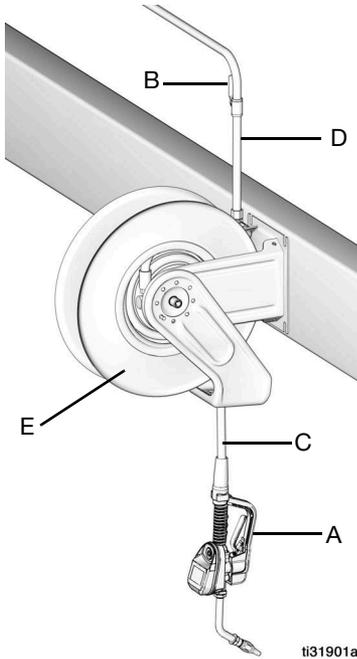

FIG. 6
A instalação típica exibida na FIG. 6 é meramente um guia. Não se trata de um desenho completo do sistema. Entre em contato com o distribuidor Graco para receber assistência e projetar um sistema que satisfaça suas necessidades.
2. Feche a válvula de desligamento (B, consulte a FIG. 6, página 9).
1. Feche a válvula de desligamento do produto (B, consulte a FIG. 6, página 9) em cada posição de distribuição.
4. Abra lentamente a válvula de desligamento (B) na posição de distribuição. Faça sair uma quantidade suficiente de óleo para assegurar-se de que o sistema esteja limpo; em seguida, feche a válvula.